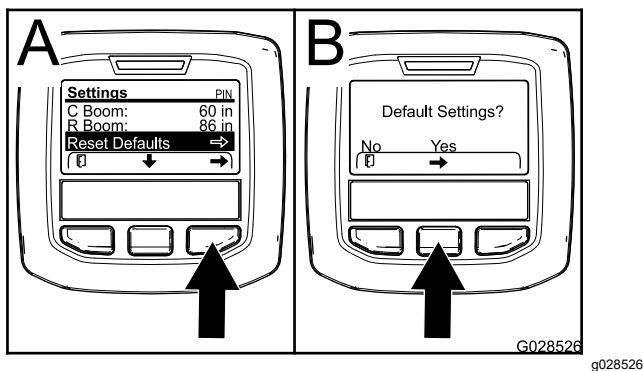

Figure 74
- Appuyez sur le bouton de sélection central pour naviguer jusqu'à l'option Restauration des paramètres par défaut (Figure 74).
3. Dans l'écran Paramètres par défaut, appuyez sur le bouton de sélection gauche pour NON ou sur le bouton droit pour OUI (Figure 74).